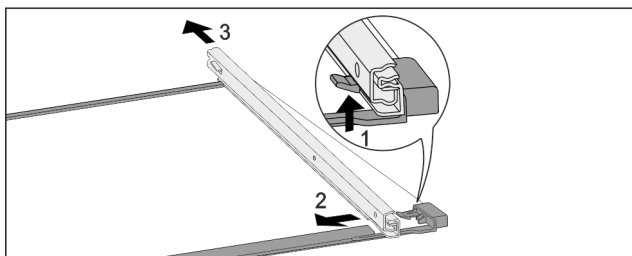

Fig. 173 Скляна пластина з рейками
- Натиснути передній гачок-фіксатор вгору. Fig. 173 (1)
- Виштовхніть виїзну рейку в сторону Fig. 173 (2) та назад Fig. 173 (3).